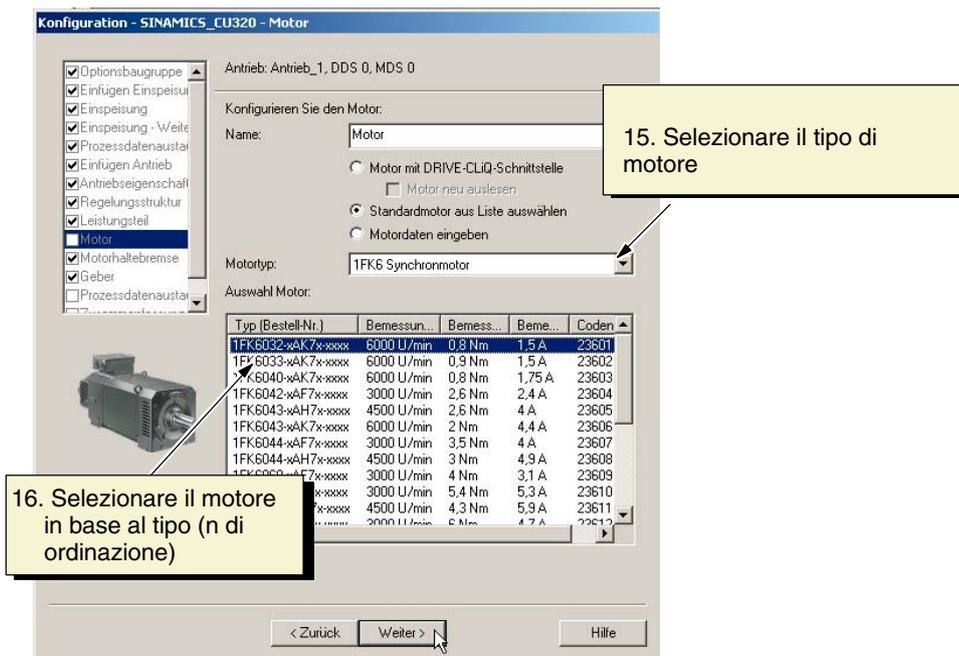

Fig. 10-61 Configurazione del motore
4. Proseguire con il wizard con **Avanti >** fino alla configurazione del motore (vedere la seguente fig. 10-61).